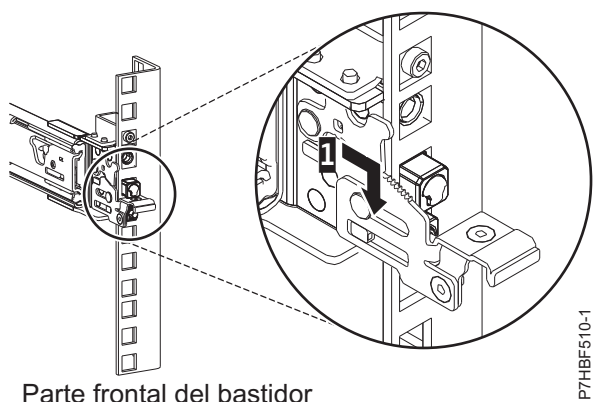

Figura 22. Patillas ubicadas en el riel frontal del bastidor
6. Tire del raíl deslizante hacia adelante e inserte tres patillas de la parte frontal del raíl en los orificios dentro de la unidad EIA seleccionada que se marcaron anteriormente. Baje el raíl deslizante (1) para llegar al mecanismo de enganche de la patilla central. Para obtener más de talles, consulte Figura 22 en la página 24.